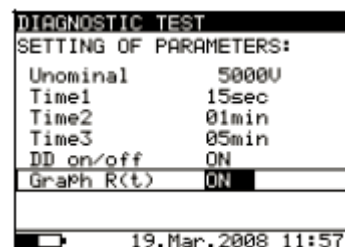

Рис. 17. Меню настроек в режиме диагностической проверки
- Нажмите клавишу **SELECT**, при этом появится меню настроек, см. рисунок 17.